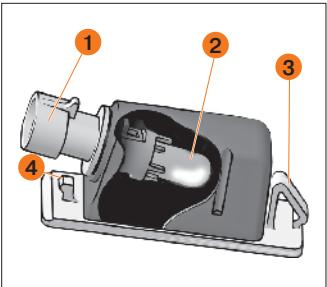

Рис. 87. Фонарь освещения номерного знака
Для замены лампы в **фонаре освещения номерного знака** снимите его с автомобиля. В посадочном гнезде фонаря удерживается пружинной защелкой **3** и фиксатором **4** (рис. 87).
- воздействуя с левой стороны фонаря, например, лезвием ключа выключателя зажигания, аккуратно сдвиньте его вправо и выведите фиксатор **4** из зацепления (рис. 87);
- воздействуя на пружинную защелку **3** с правой стороны фонаря лезвием ключа, аккуратно сдвиньте ее влево и выведите фонарь из посадочного места (рис. 87);
- повернув патрон **1** (рис. 87) против часовой стрелки, выньте его в сборе с лампой из корпуса фонаря и извлеките лампу **2** (рис. 87), потянув ее на себя.